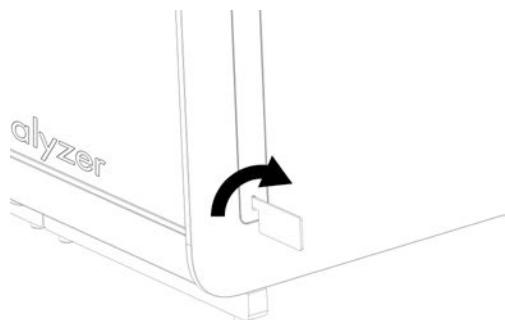

Figura 15. Scoaterea capacelor de protecție.
3. Scoateți capacele de protecție de pe părțile laterale ale modulului analitic, folosind instrumentul de îndepărțare a capacului de protecție, livrat împreună cu QIAstat-Dx Analyzer 1.0 (Figura 15).